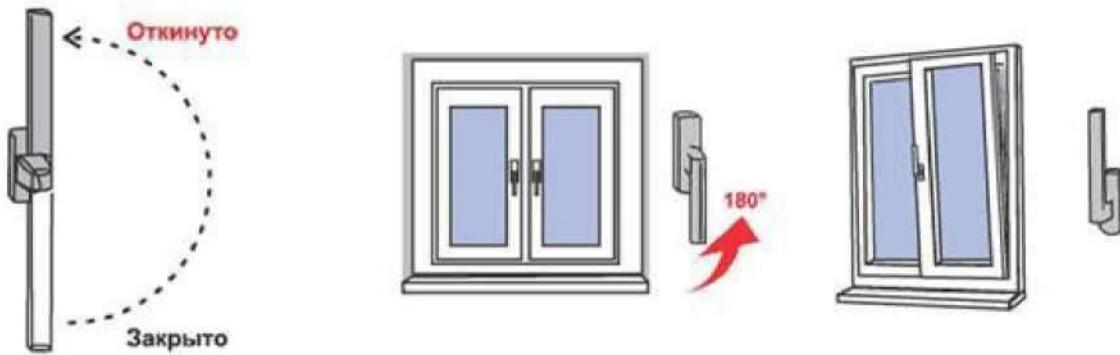

Рисунок 2.
относительно нижней горизонтальной оси, положение «Откинуто» на Рис.2) ручку поворачивают вертикально на 180 градусов вверх, затем, потянув за ручку, поворачивают створку относительно нижней горизонтальной оси на заданный изготовителем угол (не более 10 градусов) (**откидной режим**).
- 4) Для запирания створки из открытого или откидного положения ее сначала закрывают и, придерживая створку рукой, поворачивают ручку вертикально вниз (положение «Закрыто» на Рис. 2).